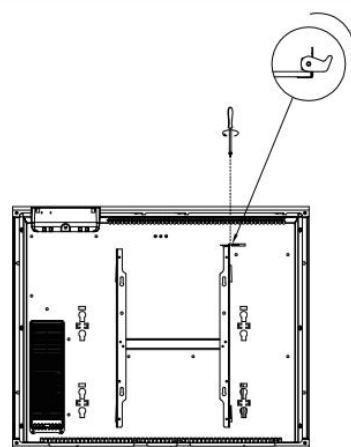

fig.5
3. Le support doit être parfaitement horizontal (un niveau à bulle), marquer l'emplacement des trous de fixation sur le mur (figure 5, 6 et 7).